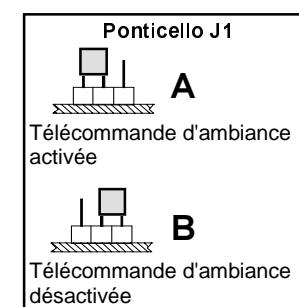

Fig. 10: Branchements électriques dans le cas de branchement avec servomoteur.
La commande d'ambiance à distance doit être habilitée en mettant le cavalier J1 en position A (voir figures 10 et 11).
- Vérifier les branchements corrects comme indiqué sur les figures 10 et 11.